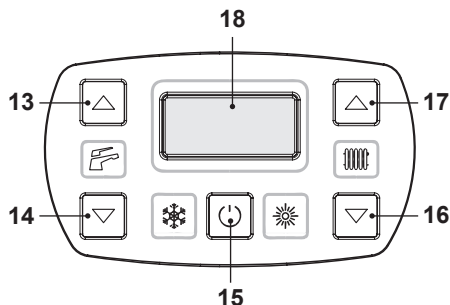
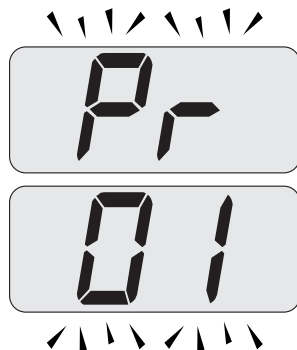

Figura 9.1
Figura 9.2
- Entrare in "modalità programmazione" premendo contemporaneamente per 10 secondi i tasti 15 - 16 - 17 (Figura 9.1) fino a far apparire sul display LCD le lettere **Pr** che si alternano con il codice **01**, indicanti l'entrata nel "parametro 01" (Figura 9.2).
e 17 (Figura 9.1) fino a far apparire sul display LCD il valore del parametro 28 (es. 12 valore di default) (Figura 9.4).
- Premendo il tasto 15 (Figura 9.1) si ottiene la conferma del valore inserito.
- Premendo contemporaneamente i tasti 15 e 16 (Figura 9.1) si esce senza modificare il valore (ritorno alla lista parametri Figura 9.3).
- Premendo contemporaneamente per 10 secondi i tasti 15 - 16 - 17 (Figura 9.1) si esce dalla "modalità programmazione".